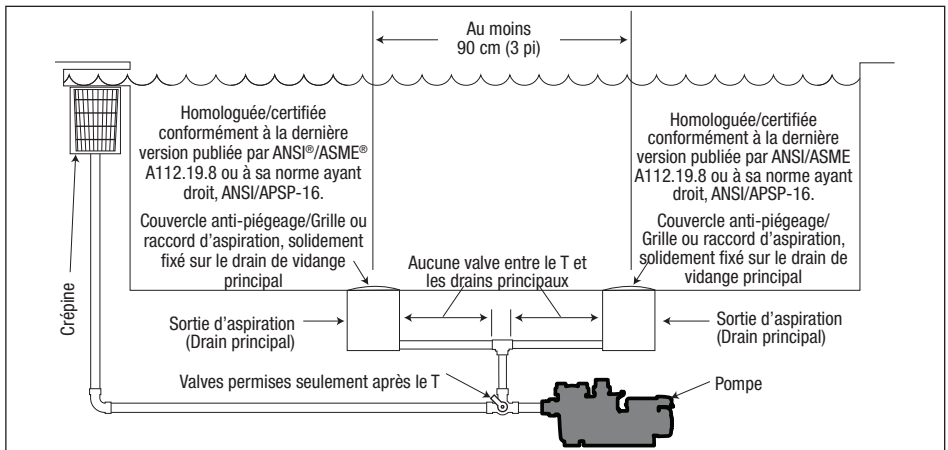

Figure 4. Nombre de prises d'aspiration par pompe
**RISQUE D'ASPIRATION.** Peut causer une blessure grave voire la mort. Ne pas utiliser cette pompe pour les pataugeoires, les piscines peu profondes ou les spas disposant de drains au fond, à moins que la pompe ne soit connectée à au moins deux (2) prises d'aspiration fonctionnelles, et/ou conformément à la dernière version de ANSI/APSPA-7, la norme pour éviter le piégeage par aspiration dans les piscines, les pataugeoires, les spas, les bains à remous et les bassins de drainage.
**Nombre de prises d'aspiration par pompe :** fournir aux moins deux (2) prises d'aspiration hydrauliquement équilibrées avec les couvercles, comme prises d'aspiration pour chaque conduite d'aspiration de pompe. Les centres des prises d'aspiration sur n'importe quelle conduite d'aspiration doivent être à au moins 90 cm (3 pi) de distance, centre à centre. Se reporter à la Figure 4.
Le système **doit** être construit pour inclure au moins deux (2) prises d'aspiration (drains) raccordées à la pompe lorsqu'elle fonctionne. Cependant, si deux (2) prises d'aspiration deviennent une seule conduite d'aspiration, celle-ci peut être dotée d'une valve qui arrête les deux prises d'aspiration de la pompe. Le système sera construit de manière à ne pas permettre un verrouillage séparé ou indépendant, ni l'isolation de chaque drain. Se reporter à la Figure 4.